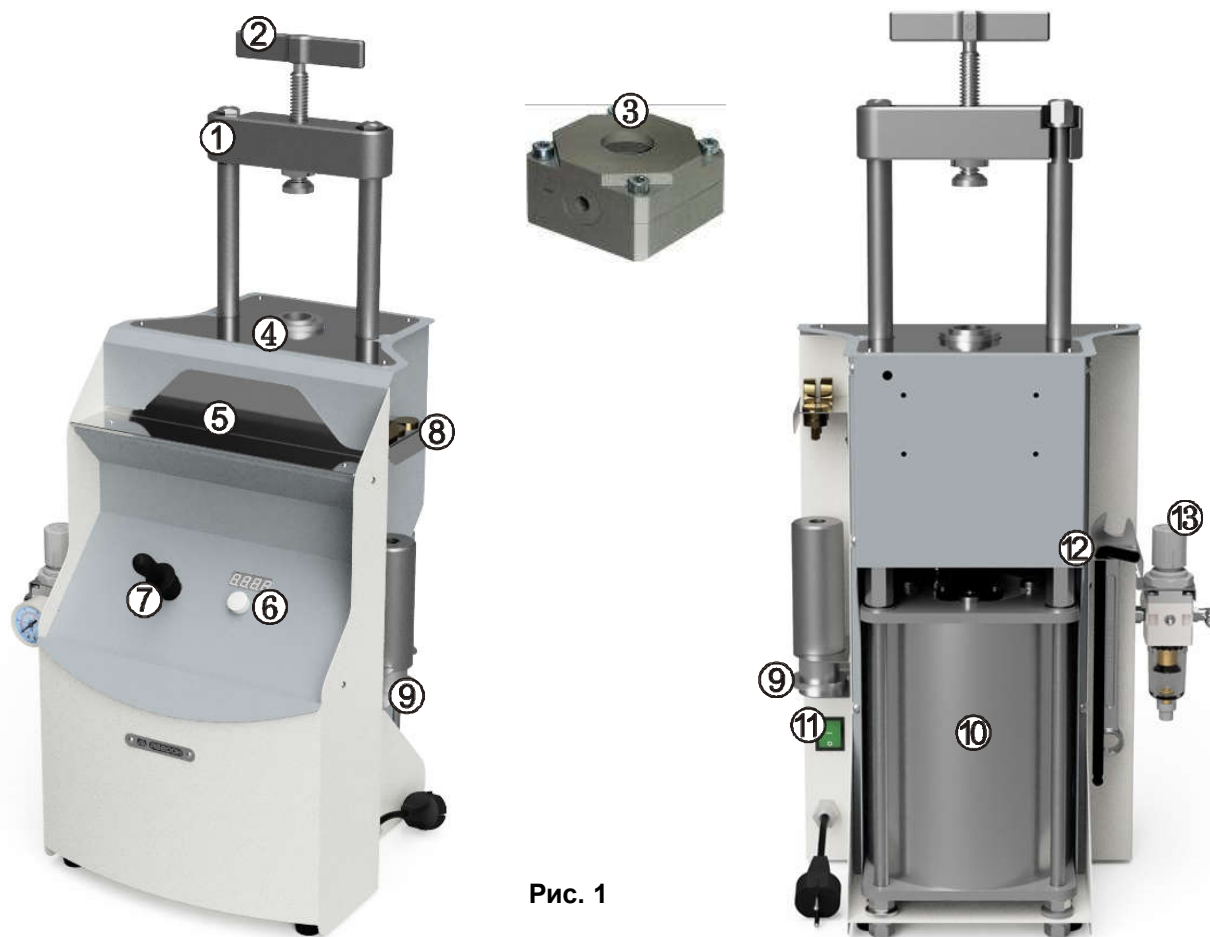

Рис. 1
### Основные конструктивные элементы Рис. 1.
- Разместить принадлежности, гаечные ключи в гнездах держателей, рис.1.